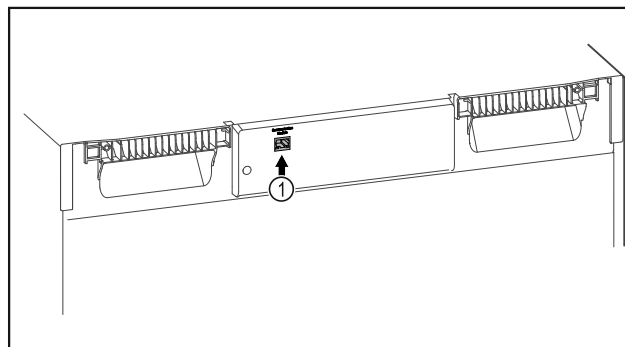

Fig. 85
- SmartModule Fig. 85 (1) 已使用。